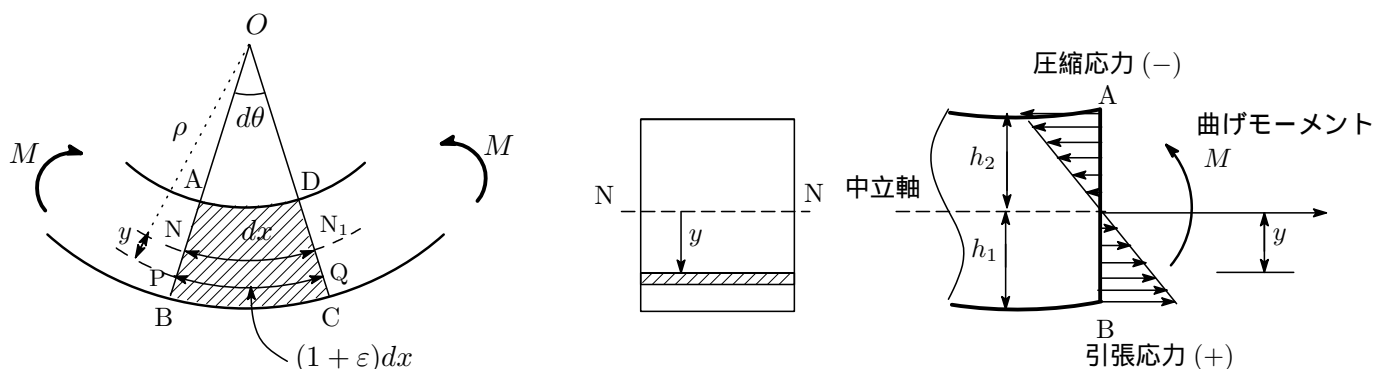

図 8.1: 曲げ応力と曲げモーメント
- K 氏：さて、図 8.1 から分かるように断面の微小面積 dA に作用する力 σdA は中立軸まわりに $y \times \sigma dA$ のモーメントを引き起こすだろう。このモーメントの総和は抵抗モーメントとなり、これは断面が受ける曲げモーメントとつり合わなければならない。
と表せ中立軸から最も離れた位置で σ は最大となる。 I は何度もでてきたように断面の中立軸に関する断面の 2 次モーメント。図 8.1 に示すように曲げモーメントが $M > 0$ の場合、下端 $y = h_1$ で最大引張り応力 σ_1 が生じ、上端 $y = -h_2$ で最大圧縮応力 σ_2 が生じる。